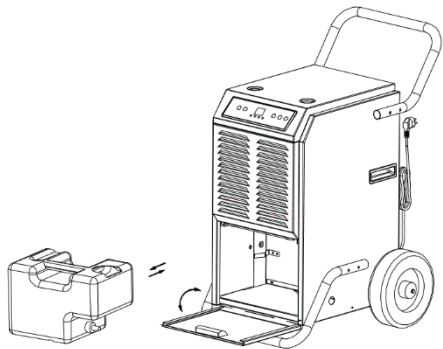

Abb. 4
- Öffnen Sie die Abdeckung des Kondensatbehälters auf der Vorderseite des Gerätes, *siehe Abb. 4*.